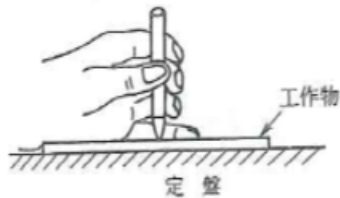
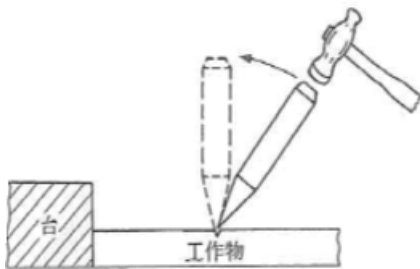

図 2.
図 3.
- ① 左手にポンチを、図 2 に示すように中指にほぼ直角に持つ。
- ② 右手で小ハンマの柄の端を握る。
- ① 図 2 のように打刻位置近くに左手を置く。
- ② ポンチの先端をケガキ線の交点に当て、ポンチを垂直にたてる。
- ③ ポンチを軽く打つ。打撃方向がポンチの軸線と一致するように打つ。
- ④ ポンチの印（痕）が正しく交点上にあるかどうかを確認する。
- ⑤ ずれているときには、図 3 のようにポンチを叩きながら起こして、修正する。
- ⑥ 正しい位置にあるときには、もう一度ポンチ印（痕）に合わせて、手首のスナップをきかせて強く打ち、印（痕）を大きくする。（1～2 mm の大きさが目安になる。）